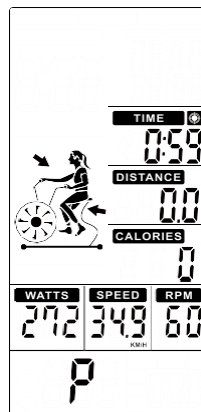

Abbildung 36
- ③ Es wird die eingestellte Zeit heruntergezählt (Preset TIME). Der Computer beginnt Distanz (DISTANCE), Kalorienverbrauch (CALORIES), Leistung (WATTS), Geschwindigkeit (SPEED), Umdrehungen pro Minute (RPM) zu zählen (Abbildung 36).
- ④ Drücken Sie die Taste START, gehen Sie in den Pause-Modus (PAUSE). Das Signal ertönt alle 30 Sekunden 0,5 s lang. Alle Werte werden auf dem LCD-Bildschirm angezeigt und blinken alle 2 Sekunden. Wenn Sie Ihr Training für 5 Minuten unterbrechen, ertönt das Signal 2 Sekunden lang und geht in den Wake-up-Modus. Drücken Sie START, um das Training fortzusetzen.
- ⑤ Wenn innerhalb von 30 Sekunden keine Reaktion erfolgt, ertönt ein kurzes Signal. Der Computer geht dann